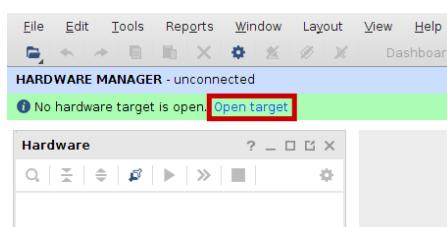

图112. 打开目标
- “Hardware Manager”（硬件管理器）将打开，并通知用户没有打开任何硬件目标。通过单击“Open target”（打开目标）–“Auto connect”（自动连接）打开目标（图112）。